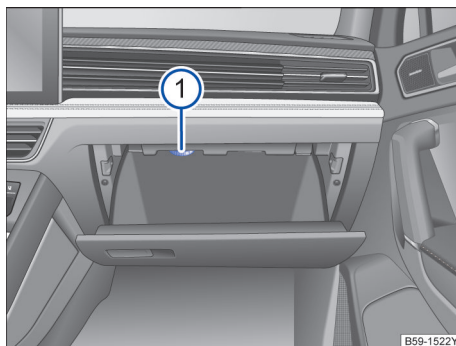

图 185 在仪表板内：副驾驶侧的储物盒已打开
配备有出风口的储物盒→图 185①，当空调制冷设备打开时冷风可通过此出风口吹入储物盒内。可根据实际需求转动此出风口，调节出风口大小或关闭出风口。